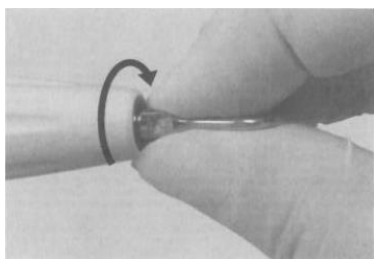

Рис. 15
- 1) Сначала аккуратно накрутите насадку вручную (Рис. 15).